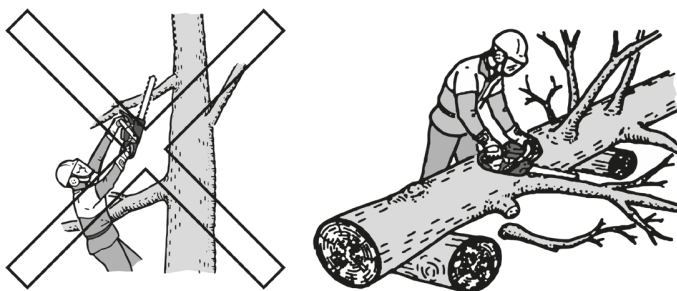

Рисунок 8. Схема обрізання малих гілок.
5.3.3.1 Обрізання малих гілок здійснювати тільки на поваленому дереві згідно зі схемою рис. 8.